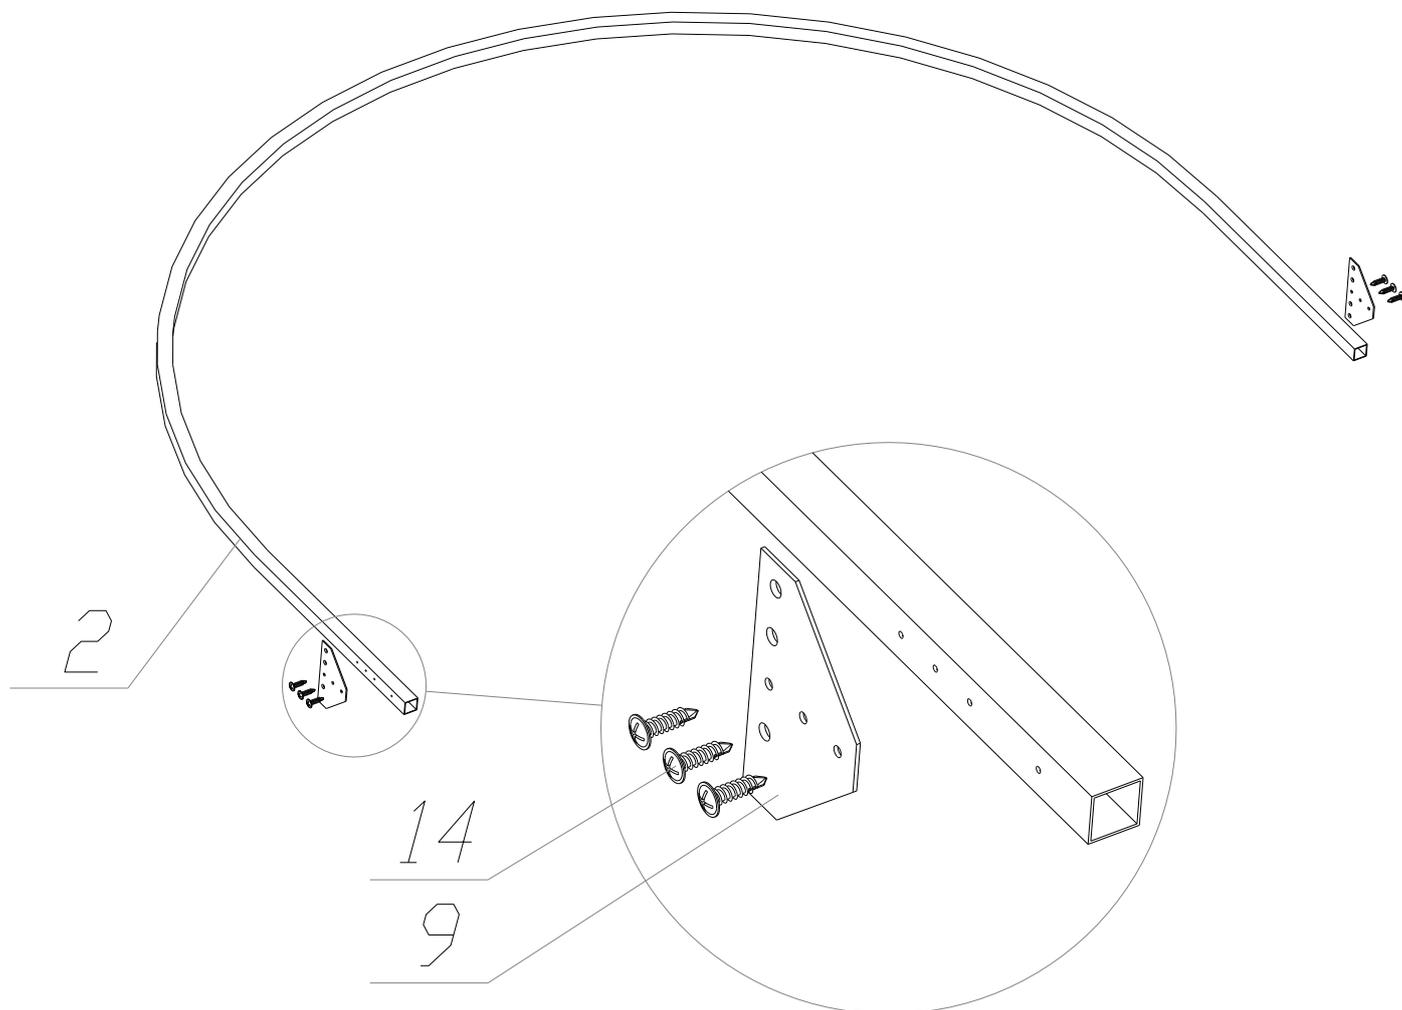

Рис.3.2
3.2. Прикрепите крепежные пластины к средней дуге, как показано на рис. 3.2.